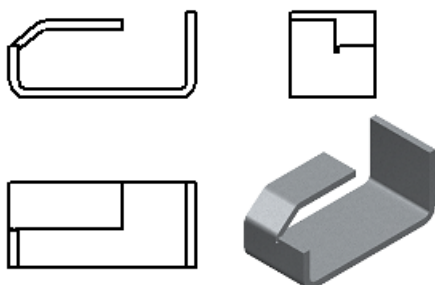

图 7.2.6 “着色”显示模式
Step6. 定义轴测图显示模式。单击轴测图，在系统弹出的“视图向导”命令条中，单击“着色选项”按钮 ，在其下拉列表中选择 **着色** 选项，其结果如图 7.2.6 所示。